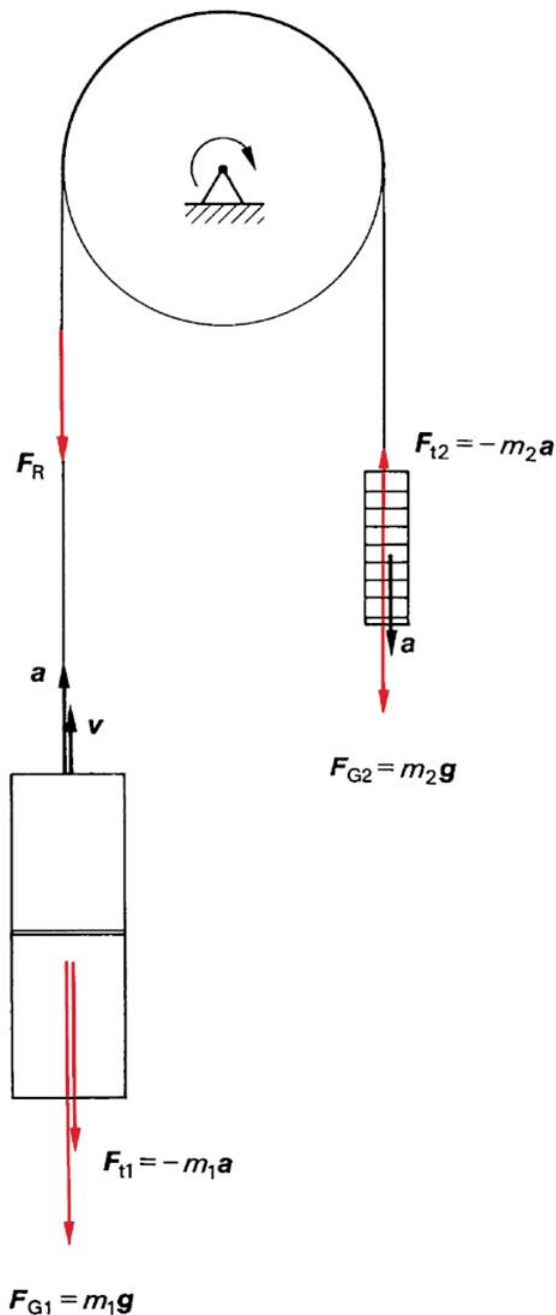

Abb. 2.35 Zu Beispiel 2.6-2
2.6-2 Ein Förderkorb, dessen Masse einschließlich maximaler Nutzlast $m_1 = 1\,000\text{ kg}$ beträgt und dessen Gegengewicht die Masse $m_2 = 450\text{ kg}$ hat, fährt mit der Beschleunigung $a_1 = 1\text{ m/s}^2$ aufwärts, bis er die konstante Fördergeschwindigkeit $v_2 = 5\text{ m/s}$ erreicht. Die gesamte Reibungskraft ist $F_R = 500\text{ N}$. Abbildung 2.35 verdeutlicht den Vorgang. Welche Spitzenleistung und welche Dauerleistung benötigt der Antrieb, wenn der Wirkungsgrad $\eta = 0,9$ beträgt?